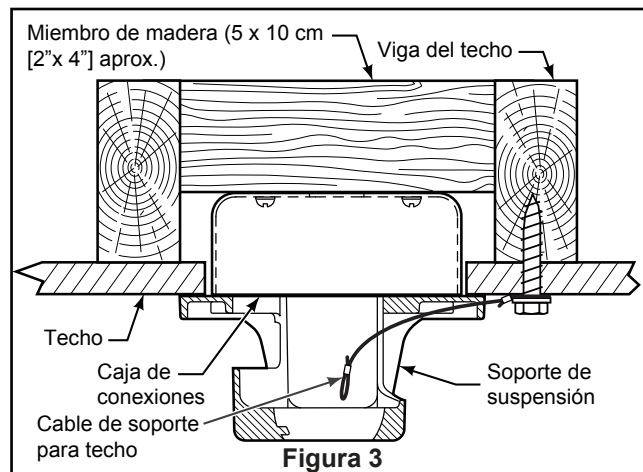

Figura 3
Uso del soporte (Figura 3)
3. Afloje los dos tornillos de fijación del soporte del barral de soporte para techo a través de la varilla. Introduzca los cables de color negro, blanco y azul cables y cable de seguridad a través de la varilla. (Figura 3)
1. Perfore un orificio de 1/4" en la estructura del edificio para evitar grietas con la instalación del tornillo de intervalo. Utilice el tornillo de intervalo de 3/8"x 2" y la arandela plana para fijar el cable de seguridad a la viga del techo o a la estructura de madera. Dicho tornillo pasará a través de arandela plana, la presilla del cable de seguridad y se fijará en la estructura del edificio. (Figura 3)
NOTA: el cable de soporte para techo no se puede asegurar solamente a la caja de conexiones; se debe asegurar directamente a la viga de techo o miembro estructural con el tornillo de cabeza cuadrada de 3/8"x2" y la arandela plana. (Figura 3)
2. Conecte los conductores verdes de la abrazadera para colgar y la varilla al conductor desnudo (a tierra) con el conector de cables. Conecte el conductor negro de la unidad receptora marcado "AC IN L" al conductor negro de alimentación con el conector de cables. Conecte el conductor blanco de la unidad receptora marcado "AC IN N" al conductor blanco de alimentación con el conector de cables. Conecte el conductor blanco de la unidad receptora marcado "TO MOTOR N" al conductor blanco del ventilador con el conector de cables incluido con la unidad receptora. Conecte el conductor negro de la unidad receptora marcado "TO MOTOR L" al conductor negro del ventilador con el conector de cables que se adjunta con la unidad receptora. Finalmente, conecte el conductor azul de la unidad receptora al conductor azul de la iluminación del ventilador con el conector de cables que se adjunta con la unidad receptora. (Figura 3)
3. Extraiga uno de los tres tornillos en la carcasa del interruptor. Guarde el tornillo para más tarde y afloje levemente los dos tornillos restantes. (Figura 3)